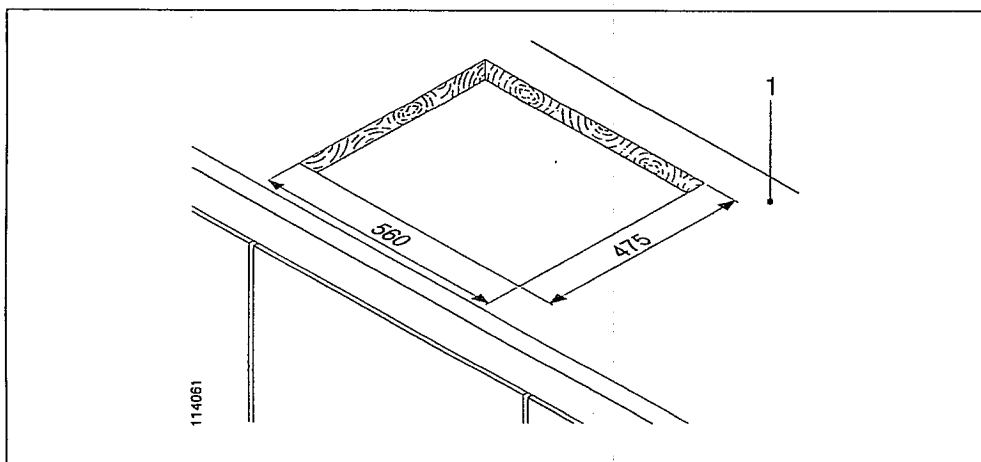

Figure 1
1. Dans la surface du meuble (fig. 1, rep. 1), faire une entaille ayant les dimensions indiquées en fig. 1.